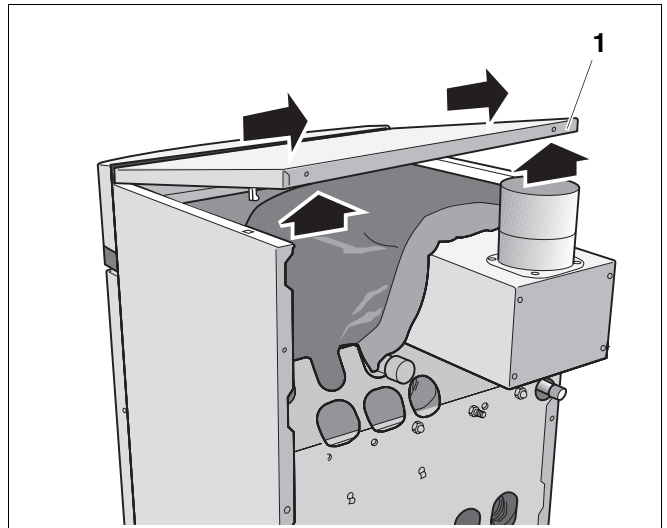

Abb. 13 Kesselhaube abnehmen
- Kesselhaube (Abb. 13, **Pos. 1**) links und rechts gleichzeitig anheben und nach hinten abnehmen.